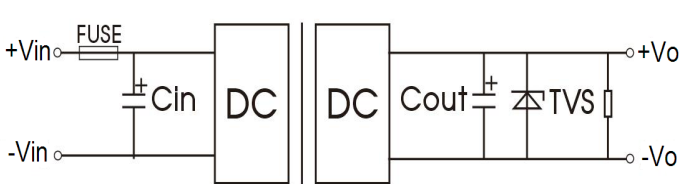

图 1
- (1)产品测试及应用时，请按照（图 1）推荐的测试电路进行；至少保障外接一个电解电容 C_{in} ($\geq 220\mu F$)，用于抑制输入端可能产生的浪涌电压。
- (2)如果产品输入端并联瞬变能量较大的电路（如并联电机驱动电路），或会导致产品输入电压被拉低，此时关注产品输入电压的波动，建议适当增大输入端电解电容 C_{in} 的容值，以保障输入端电压稳定，避免输入电压低于欠压保护点导致产品重复启动的情况。
- (3)如果产品输出端为感性负载时（如继电器、电机），建议在容性负载规格内增大输出电容 C_{out} 容值，并增加 TVS管，用以滤除电压尖峰。
- (4)如需进一步减少输入输出纹波，可适当加大外接电容 C_{in} 、 C_{out} 容值或选用串联等效阻抗值小的外接电容，外接电容 C_{out} 容值不能大于产品的最大容性负载。